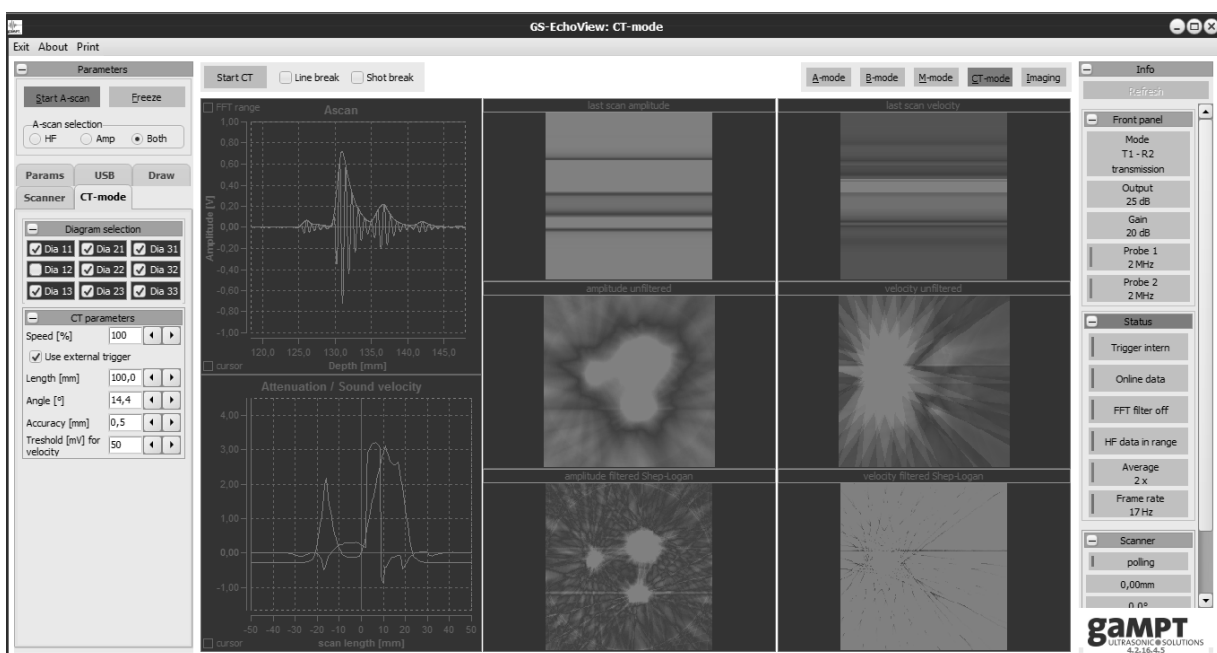

Рисунок 55. Главное окно программы GS-EchoView
2. На экране появится шесть изображений (Рисунок 55). Два верхних изображения соответствуют спектру поглощения УЗ волн образцом и времени прохождения УЗ волн внутри образца без применения фильтрации изображения во время последнего скана. Два изображения посередине соответствуют спектру поглощения УЗ волн образцом и времени прохождения УЗ волн внутри образца, усреднённое по всем сканам, но также без применения фильтров. Два нижних